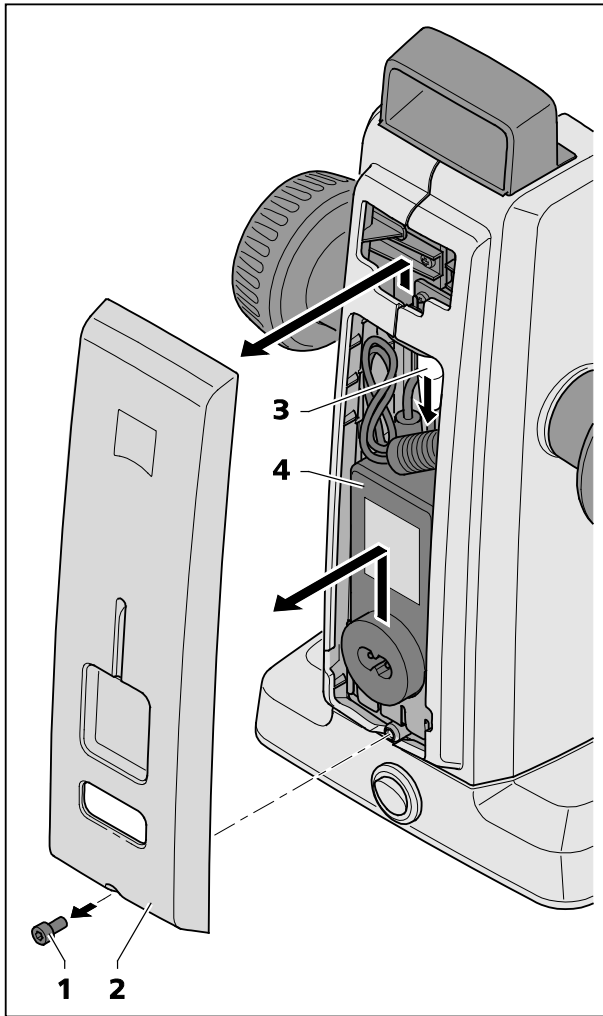

Fig. 21 Cambiare l'alimentatore
- Svitare mediante la brugola la vite (Fig. 21/1) situata sul lato inferiore del coperchio della scatola.
- Estrarre il coperchio della scatola (Fig. 21/2) leggermente sul lato inferiore e schiacciarlo in alto.
- Allentare la spina (Fig. 21/3) e togliere l'alimentatore da tavola guasto (Fig. 21/4).